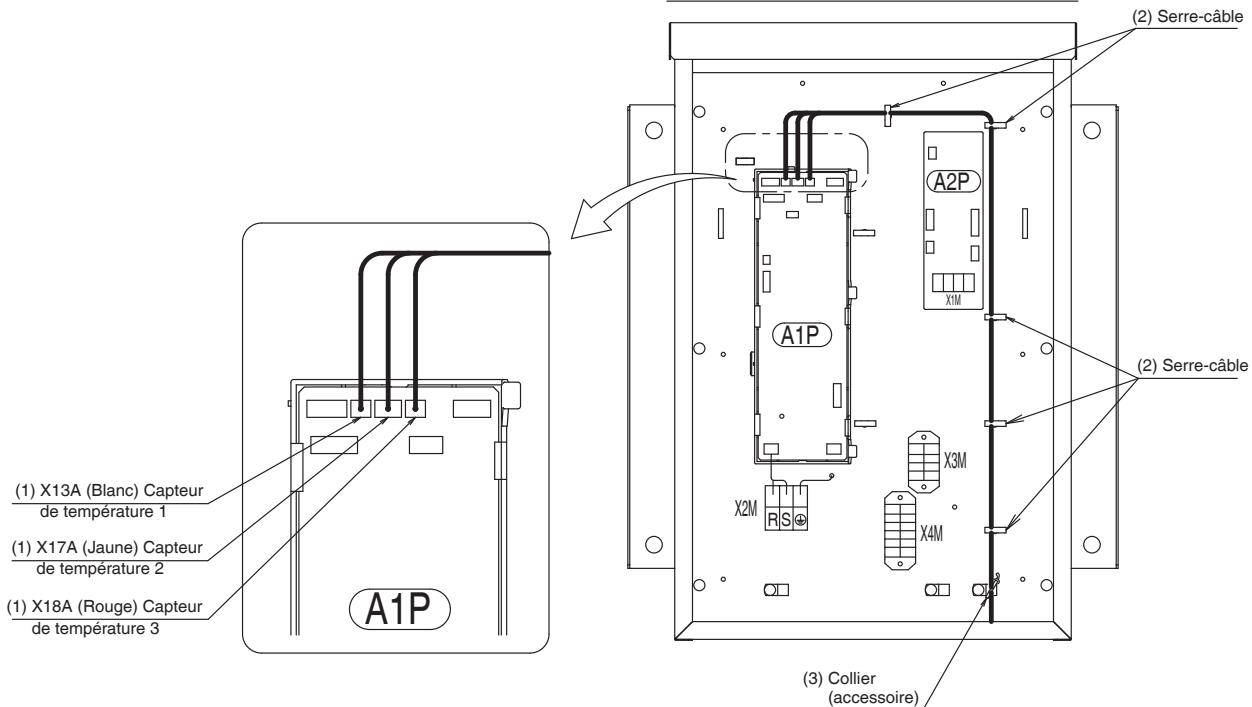

Fig. 6
- (2) Faites passer le faisceau de fils du relais dans le serre-câble.
- (3) Fixez le collier (accessoire) du faisceau de fils du relais comme indiqué par la Fig. 6 afin qu'aucune force externe ne soit appliquée au connecteur.